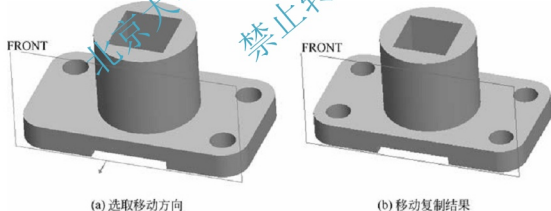

图 6.35 复制孔特征
(1) 选择【编辑】→【特征操作】命令，打开【特征】菜单。
(2) 选择【复制】选项，系统显示【复制特征】菜单。
(3) 选择【移动】→【选取】→【独立】→【完成】命令。
(4) 在如图 6.35(a)所示的图形窗口内选择左上角的孔特征，单击【选取】对话框中的【确定】按钮，再选择【选取特征】菜单中的【完成】选项。此时会弹出【移动特征】菜单。选择【平移】选项，弹出【一般选取方向】菜单。选择【平面】选项，然后选取“FRONT”平面，该平面的法向即为移动方向，在图形区上用红色箭头表示。
(5) 直接单击【确定】按钮，在弹出编辑栏的输入偏距距离 108，单击 ☒ 按钮或者按 Enter 完成。移动复制结果如图 6.35(b)所示。